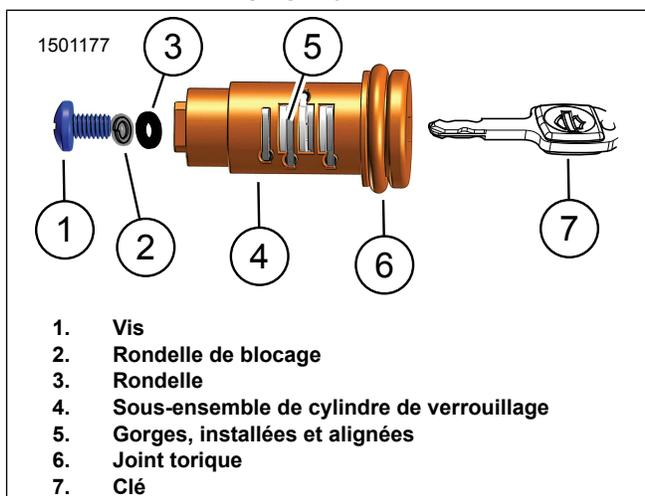

Figure 5. Serrure complète assemblée
9. Figure 5 En maintenant les gorges bien en place, installer la clé dans le sous-ensemble de cylindre.